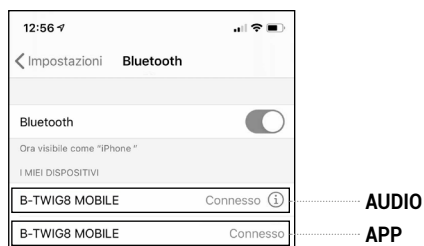

Fig.4F
**Nota:** quando la connessione dati via APP è in funzione, nel menu Bluetooth® del vostro dispositivo mobile apparirà una seconda identificazione "B-TWIG 8 MOBILE" non selezionabile. Questo è perfettamente normale e consente all'utente di verificare il collegamento dati tra l'APP e il sistema (Fig.4F)